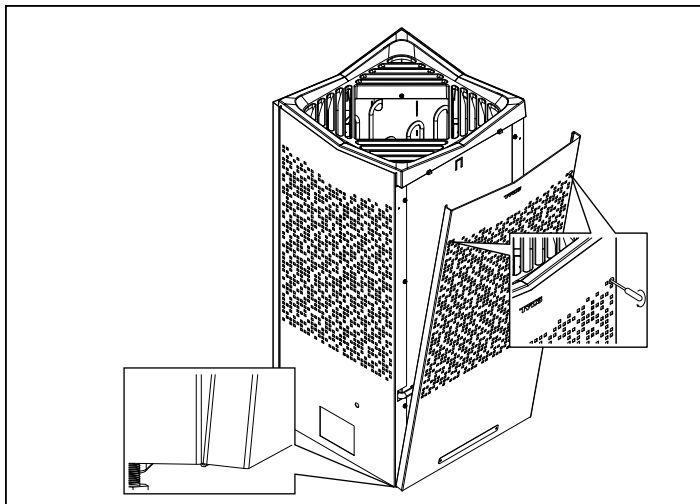

Fig 11: Montera på front och bakstycke
8. Haka tillbaka front och bakstycke och skruva fast dem (se fig 11).